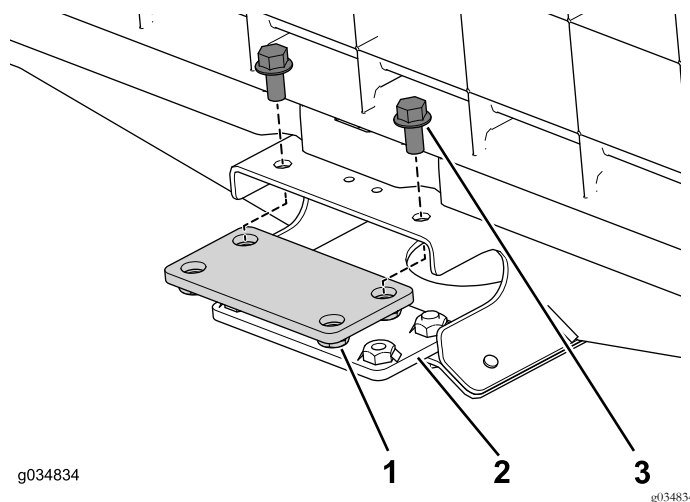

図 70
1. 車体前部のセンターチャネルに、上下の接続プレートを取り止めるフランジボルト3/8 x 3/4 インチ4本を使う 図 70。